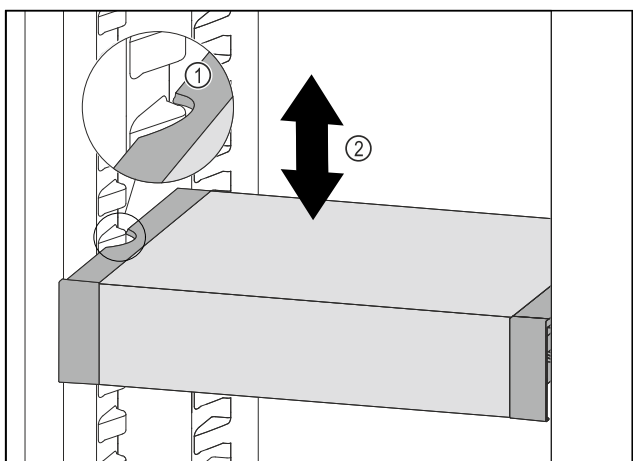

Fig. 77
- ▶ Táhněte VarioSafe dopředu, dokud nebudou boční vybrání VarioSafe na úrovni žebrování na nádoby v chladničce. Fig. 77 (1)
- ▶ Posouvejte VarioSafe v chladničce nahoru nebo dolů, dokud nedosáhnete požadované výšky. Fig. 77 (2)